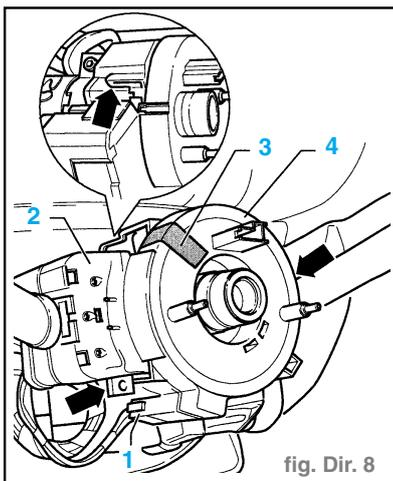

fig. Dir. 8
- La figure représente le ressort spiral (4) sur un véhicule sans programme électronique de stabilité (ESP) (fig. Dir. 8).
- Ajuster horizontalement le contacteur d'antivol de direction et régler la cote (a) puis serrer la vis de blocage (3) à fond.
- Brancher la fiche (1) (fig. Dir. 8).